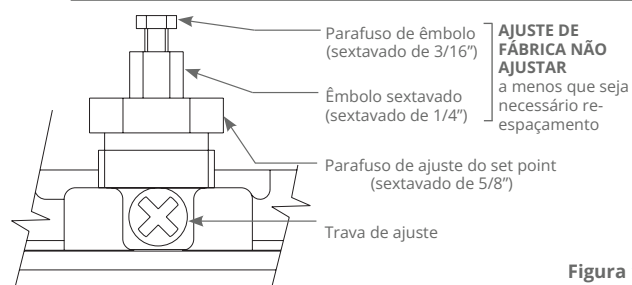

Figura 1
i TODOS OS MODELOS POSSUEM UM ÊMBOLO AJUSTÁVEL DE DUAS PEÇAS (CONSULTE A FIGURA 1). ESTE RECURSO É CARACTERIZADO POR UM PARAFUSO SEXTAVADO DE 3/16" INSTALADO NO ÊMBOLO SEXTAVADO DE 1/4". SIGA O PROCEDIMENTO DE SET POINT ABAIXO PARA NÃO ATRAPALHAR O ESPAÇAMENTO. O ESPAÇAMENTO É DEFINIDO DE FÁBRICA E CRÍTICO PARA A FUNÇÃO DO INTERRUPTOR. O PROCEDIMENTO DE ESPAÇAMENTO SÓ DEVERÁ SER REALIZADO SE O ÊMBOLO TIVER SIDO AJUSTADO ACIDENTALMENTE.
- 2 Solte a trava de ajuste do parafuso Phillips. Regule o set point girando o parafuso de ajuste sextavado de 5/8" no sentido horário (esquerda) para aumentar o set point ou no sentido anti-horário (direita) para reduzir o set point. A tensão no parafuso de ajuste pode ser aumentada apertando-se a trava de ajuste dele. (Consulte a Figura 1.) Os controles incluem escalas de referência não calibradas para configurações de intervalo alto, baixo ou médio. Ao fazer ajustes, não exceda a classificação de pressão de prova indicada na placa de identificação, pois isso pode causar uma mudança no set point.
Procedimento de re-espacamento (consulte a Figura 1)